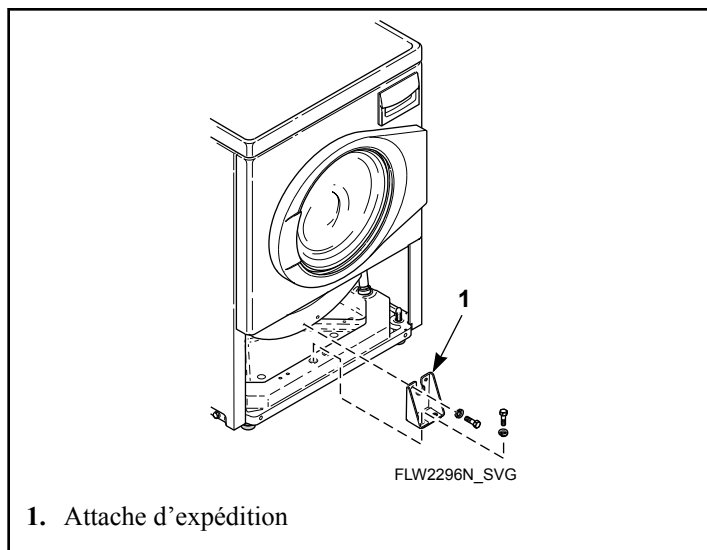

Figure 22
4. Fixer l'entretoise d'expédition au contrepoids et au châssis à l'aide de quatre boulons et rondelles. Se reporter à la *Figure 22*.